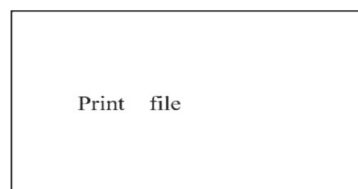

Abbildung 42
- Drücken Sie „←“, um den Druck der aktuellen Datei zu bestätigen. Wenn der Druck abgeschlossen ist, ertönt ein Signalton und das Display schaltet wieder auf MENU zurück. Das Display für den Druck ist in Abbildung 42 dargestellt.